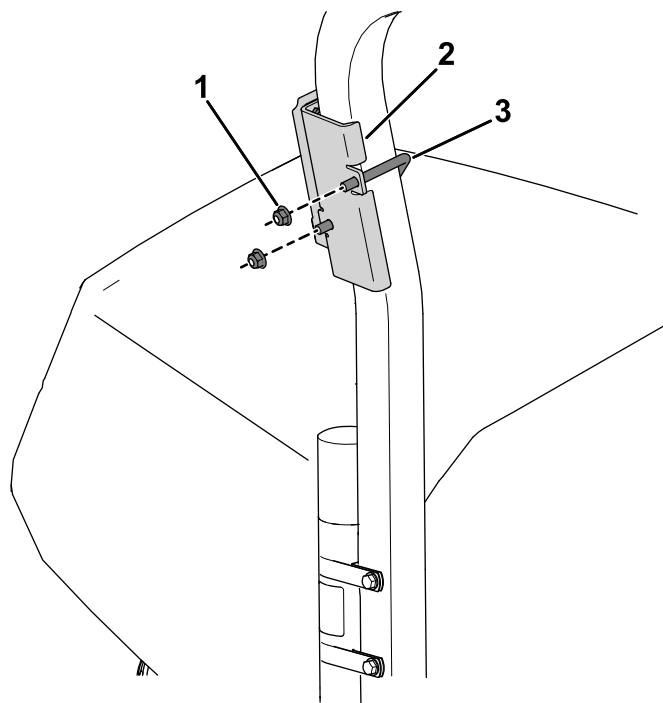

Figura 7
2. Utilize um parafuso em U e dois parafusos flangeados ($\frac{3}{8}$ pol.) para prender o suporte do dispositivo à área acima do tubo manual da barra de segurança (Figura 7).